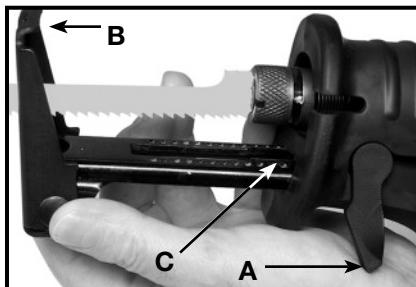
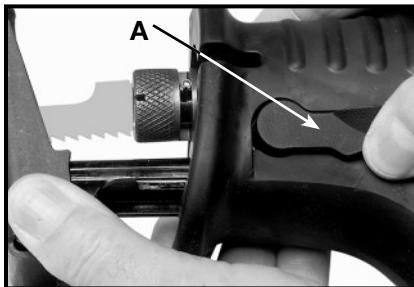

Fig. 12B
Fig. 12C
Quick-Change™ girando zapato de guía. Para ajustar, girar (A) Fig. 12B de palanca. liberar el girando zapato (B) de guía. Ajuste a la posición deseada y cierre palanca (A) Fig. 12C. El Cambio sin llaves de Quick-Change™ girando zapato de guía se diseña con un labio (C) levantado en el fin que previene el zapato de la guía de cerrar en la posición si se extiende fuera también lejos. Después que ajustar, se cerciora la palanca que cierra es encerrada completamente el (A) Fig. 12C cerrado de la posición.